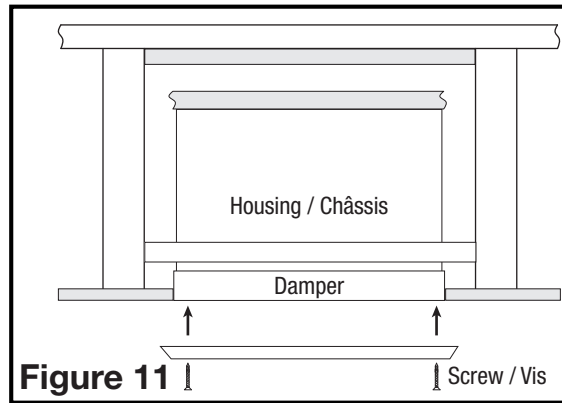

Figure 11
5. Once the ceiling damper is installed and secure, position the metal fan grill in place aligning the two holes in the fan grill with the two extruded holes on the ceiling damper frame. Use the remaining two #8 x 1" screws (white head) to secure the grill onto the fan (**Figure 11**).
5. Une fois que l'amortisseur de plafond est installé et fixé, positionnez la grille du ventilateur en métal en alignant les deux trous de la grille du ventilateur avec les deux trous extrudés sur le cadre de l'amortisseur de plafond. Utilisez les deux vis n° 8 x 1 po (tête blanche) restantes pour fixer la grille sur le ventilateur (**Figure 11**).